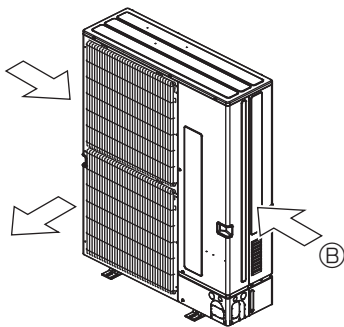

Fig. 2-6
- ③ Coloque la unidad de manera que la salida de aire sopla en dirección perpendicular a la dirección estacional del viento, si la conoce. (Fig. 2-6)